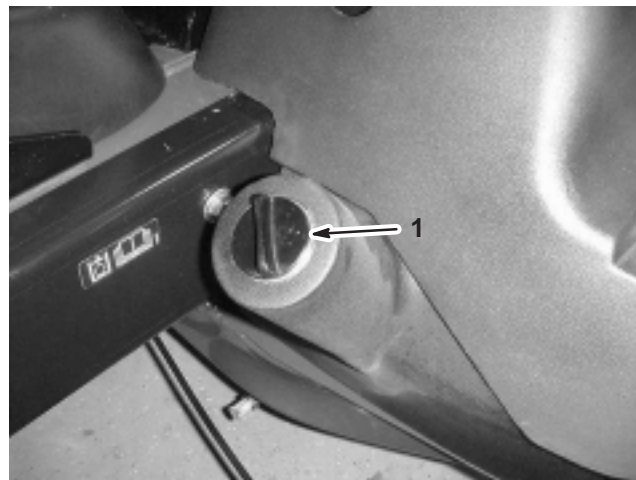

Bild 8
2. Reinigen Sie den Bereich um den Füllstutzen und den Deckel des Hydraulikölbehälters (Bild 8). Drehen Sie den Deckel vom Füllstutzen ab.